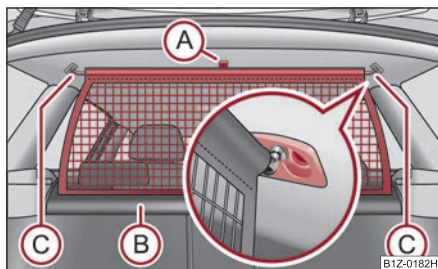

Fig. 103 Desfacerea peretelui despărțitor
- Trageți peretele de curelușă **(A)** din carcasă **(B)** în direcția suporturilor **(C)** ⇒ fig. 103.
- Trageți bara în spate din suporturile din plafon, mai întâi pe o parte, apoi pe partea cealaltă, și scoateți-o din suporturi **(C)** ⇒ fig. 103.